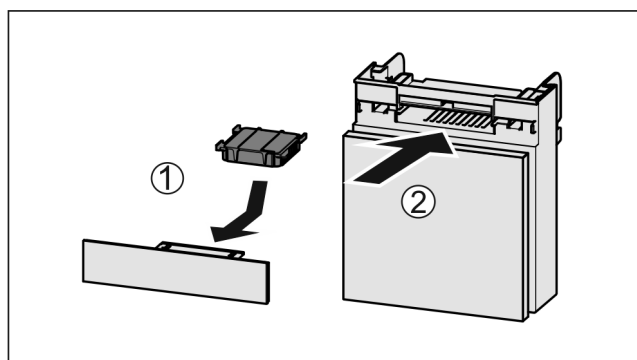

Fig. 75
- ▶ Insérer le filtre à charbon actif d'après le schéma Fig. 75 (1).
- ▶ Insérer le compartiment Fig. 75 (2).